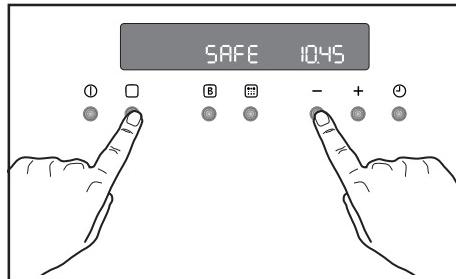

Abb. 13
- 1) Schalten Sie den Ofen ab durch Drücken der Taste ①.
- 2) Drücken Sie gleichzeitig die Tasten □ und — etwa 3 Sekunden lang. Ein akustisches Signal ertönt und die Anzeige „SAFE“ erscheint im Display (Abb. 13).